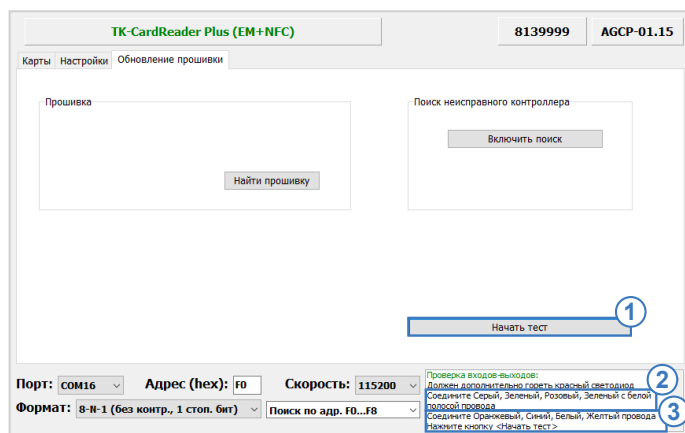

Рис.36. Диагностика входов и выходов считывателя
- Перейдите на вкладку «Обновление прошивки» и нажмите кнопку «Тест входов-выходов» (Рис.36, п.1).
- Соедините серый, зеленый, розовый, зеленый с белой полосой провода считывателя (Рис.36, п.2);
- Соедините оранжевый, синий, белый, желтые провода считывателя (Рис.36, п.3).